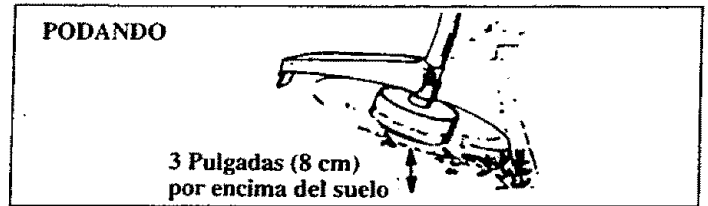

Figura 9
1. **PODANDO** - Figura 9. Mantenga el fondo del cabezal de corte a unas 3 pulgadas sobre el suelo y en un ángulo. Permita que sólo la punta de la línea tome contacto. No fuerce la línea de corte dentro del área de trabajo.